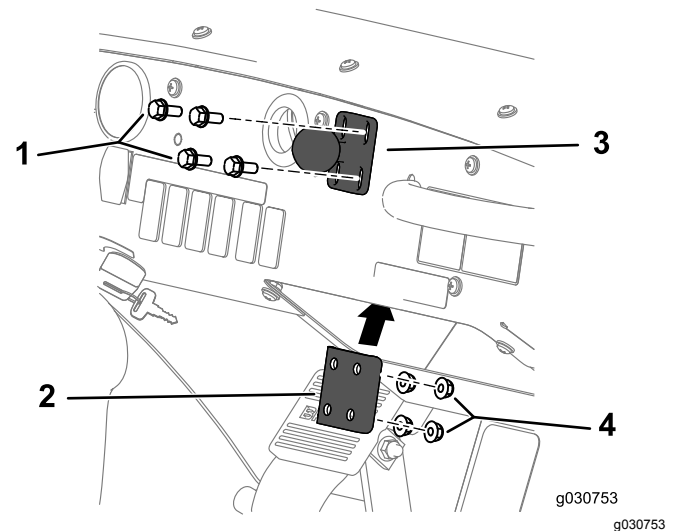

Bild 158
1. Befestigen Sie die Kugel-Drehzapfen-Befestigung mit den vier Schrauben (1/4" x 1-1/2"), der Verstärkungsplatte und der Sicherungsbundmutter (1/4") am Armaturenbrett, wie in Bild 158 abgebildet.